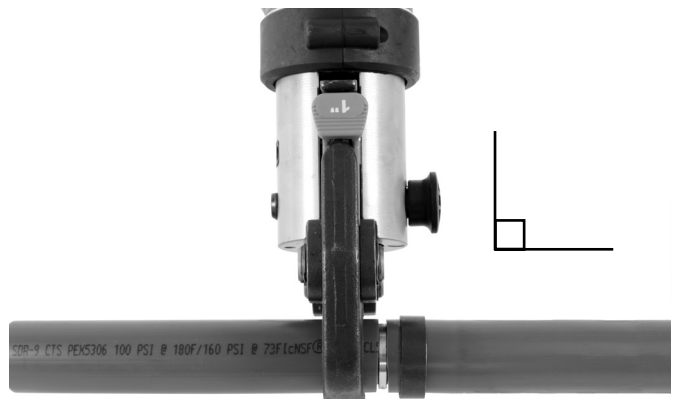

Figure 2 – Mâchoires perpendiculaires au tuyau et raccord
4. Engagez les mâchoires ouvertes sur la bague de sertissage, puis laissez-les se refermer sur elle. (Figure 2).